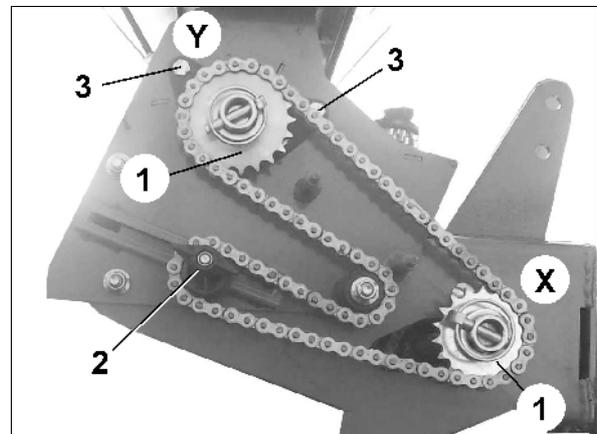

Fig. 29
2. Desserrer les écrous (Fig. 29/2) pour détendre le tendeur de chaîne.
4. Enlever la goupille d'arrêt et démonter les pignons (Fig. 29/1).